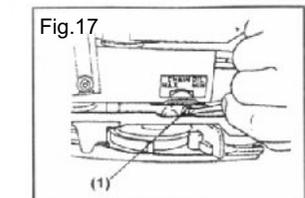

Fig. 17
O fluxo do óleo que lubrifica a corrente pode ser mudado inserindo e girando uma chave de fenda fina no furo localizado na parte de baixo da motosserra onde há a indicação: CHAIN OIL Max-Min (óleo de corrente, máximo, mínimo). Ajuste o fluxo de acordo com suas necessidades de trabalho (o corte de madeira seca necessita de mais óleo) (Fig.17, item 1)